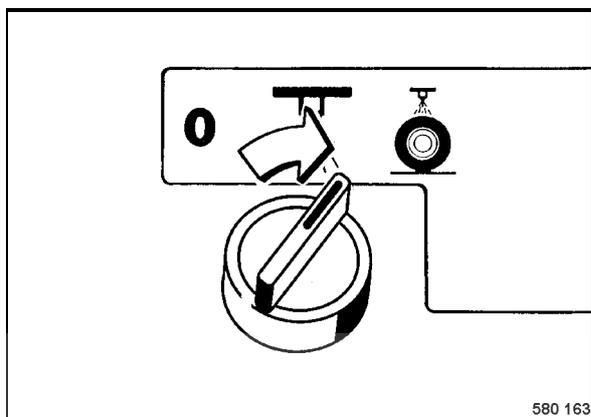

fig. 67
- Tourner brièvement l'interrupteur (fig. 67) vers la droite.